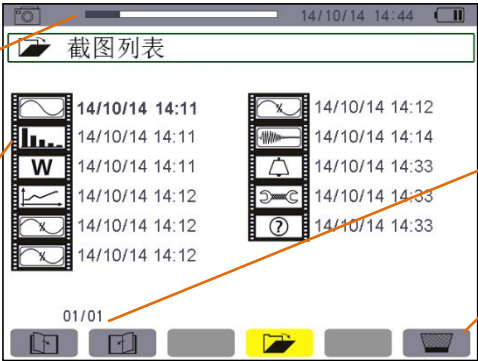

图 12-2 屏幕快照列表图例
在任一模式下，用户可短按  键直接进入截图列表进行截图浏览，如图 12-2 所示。
- ★ 短按  键，仪器显示  图标和截图列表 (参见图 12-2)。
在屏幕显示截图列表中 (如图 12-2 图例所示)。